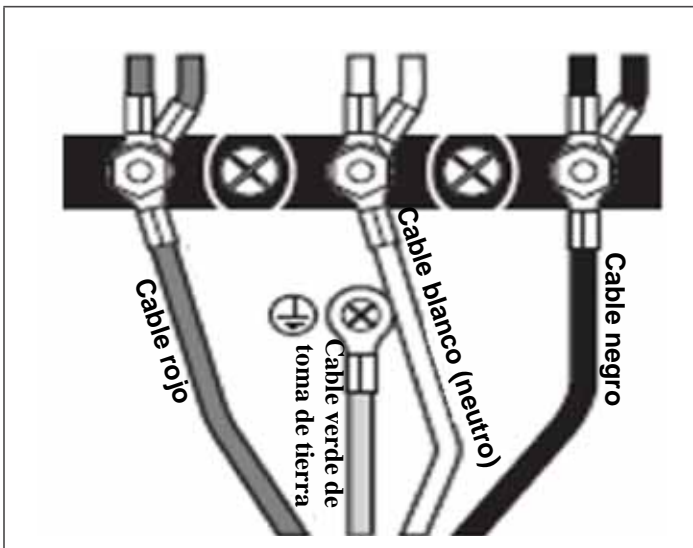

Figura 14: Conexión de cuatro cables
3. Fije el cable neutro de toma de tierra del circuito de alimentación al contacto central de la caja de conexiones con una tuerca (vea la Figura 14).